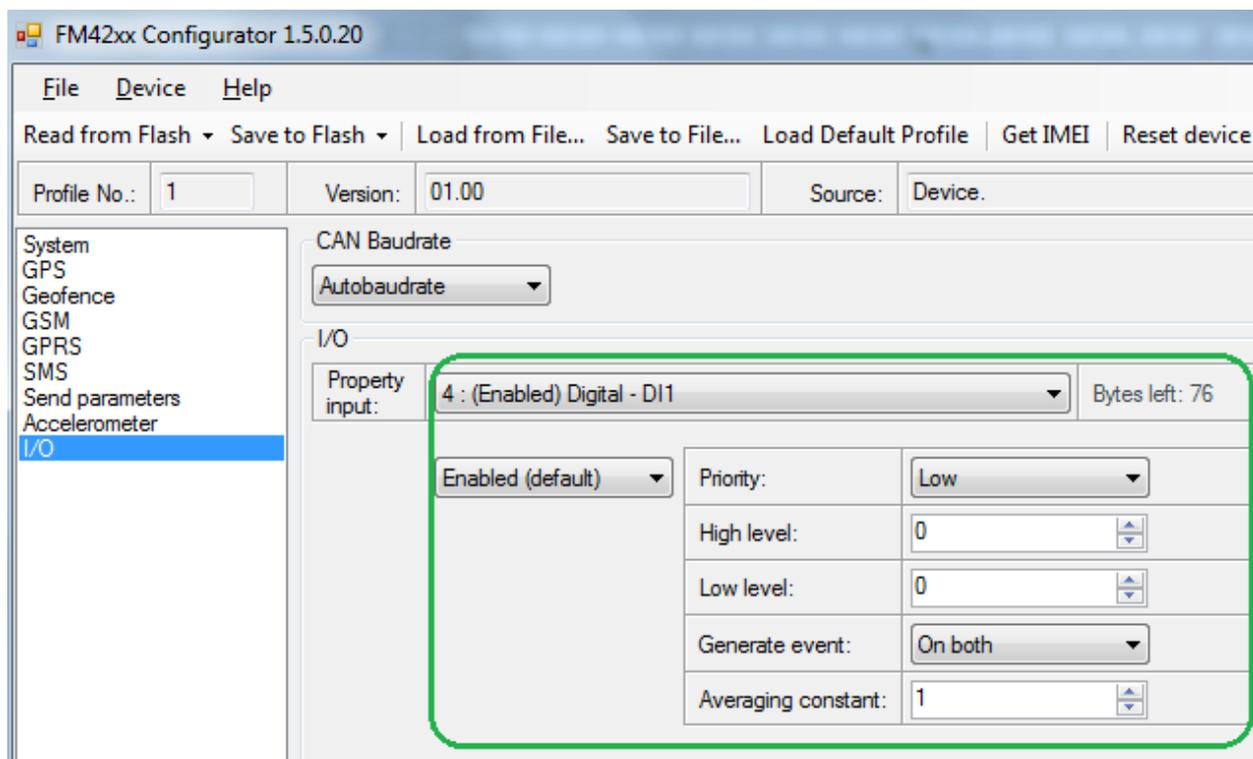

Рисунок 1
2.1.1. В терминале используются четыре настраиваемых профиля. Profile 3 является профилем по умолчанию. В связи с тем, что при определённых обстоятельствах может происходить переключение профилей, если не требуется такой алгоритм работы, то рекомендуется все профили настроить одинаково. Сигнал индикации включения зажигания подключить на вход DIN1 (контакт №15, жёлтый провод) и настроить (Рис. 1):